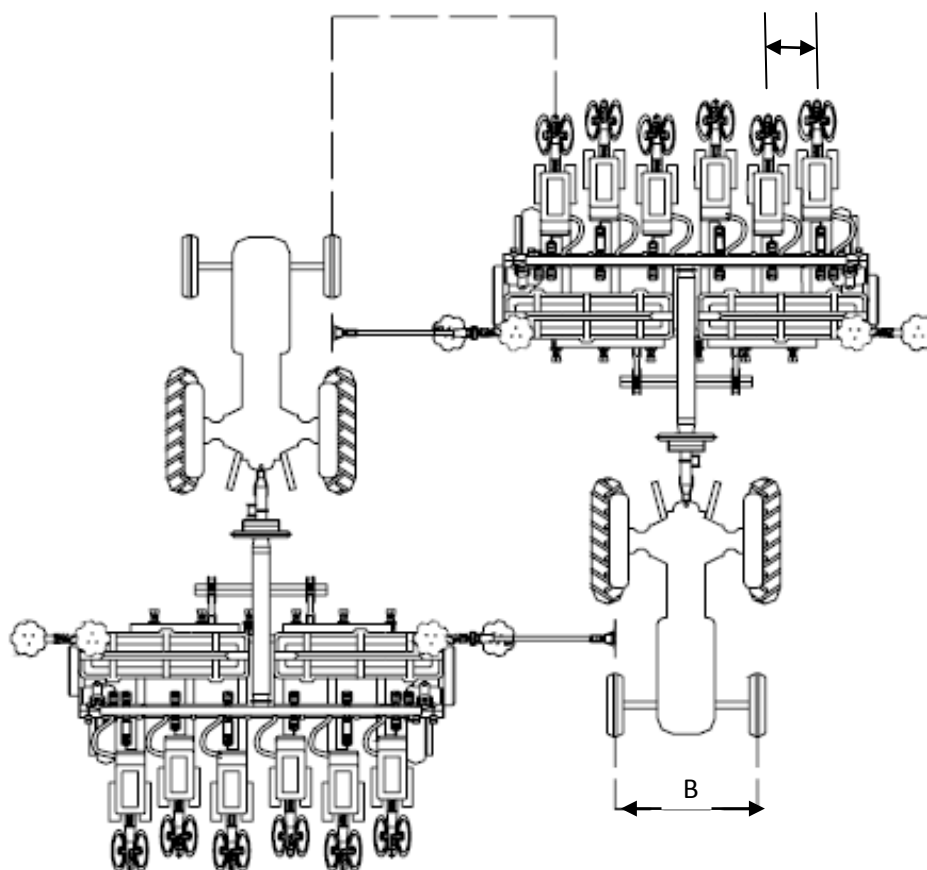

Figura 28
Para efetuar a regulagem do marcador de linhas, é importante que mantenha na mesma medida a bitola dianteira e traseira do trator "B" e defina o espaçamento entre linhas de plantio "E" (Figura 28).
- b) Para obter a medida "D" caminhe com a plantadora por alguns metros, meça a distância entre o centro do rastro do trator e o centro da primeira linha de semente (Figura 28).
- a) Afrouxe as porcas do grampo de fixação da haste do marcador, a seguir desloque-a até a posição "D" (Figura 28). Fixe o grampo novamente.